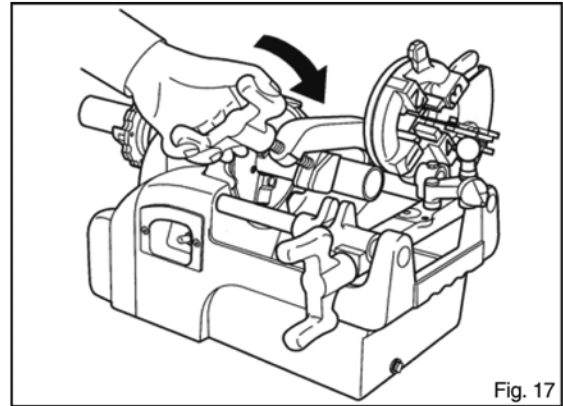

Fig. 17
- ① Ya que el cabezal de roscar y el escariador no se utilizarán cuando se corten tubos, apártelos.
- ② Determine la posición en la que se va a cortar el tubo, y luego sujételo firmemente.
- ③ Abra la cortadora de tubos hasta una posición más abierta que el diámetro del tubo. Coloque la cortadora en el tubo como se muestra en la figura, alineando la hoja con la posición de corte en el tubo. Luego utilice la manija para mover el rodillo y la hoja hasta que apoyen ligeramente contra el tubo.
- ④ Lleve el interruptor a la posición ENCENDIDO (ON), y luego haga girar la manija de la cortadora hasta $\frac{1}{2}$ vuelta por cada rotación del tubo (Fig. 17). Evite cortar con excesiva fuerza desde el comienzo, lo que podría distorsionar la forma del tubo e impedirle hacer roscas circulares exactas. A lo largo del proceso, haga girar la manija de la cortadora contra el tubo en forma ligera y uniforme.